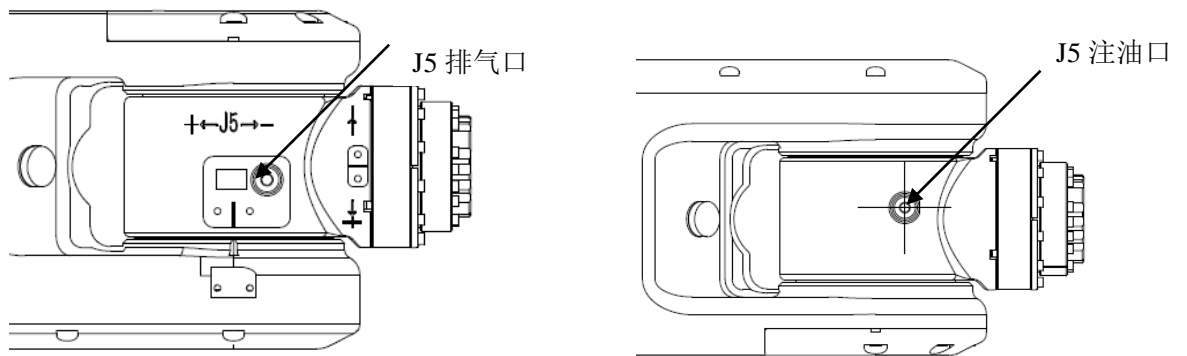

图 4.1 各轴润滑点位置图
- 3) 移去润滑油供排口的内六角螺塞 M10\*1，见图 4.1
- 3) 移去手腕连接体（J6 轴）润滑油供排口的内六角螺塞 M10\*1，见图 4.1。